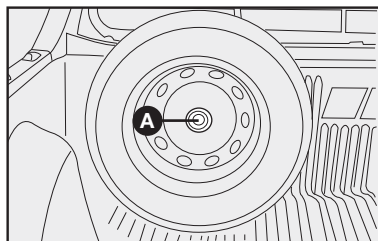

fig. 7
- Nas versões com cabine estendida, destarraxar o parafuso **A-fig. 7** que fixa a roda sobresalente e retirá-la de sua sede.